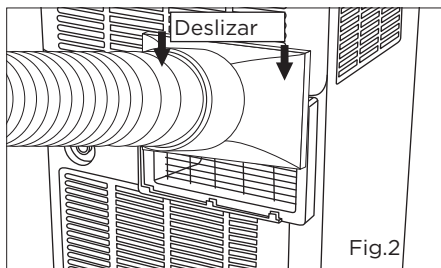

Fig.2
3. Instale el conector B en la unidad (Fig. 2).